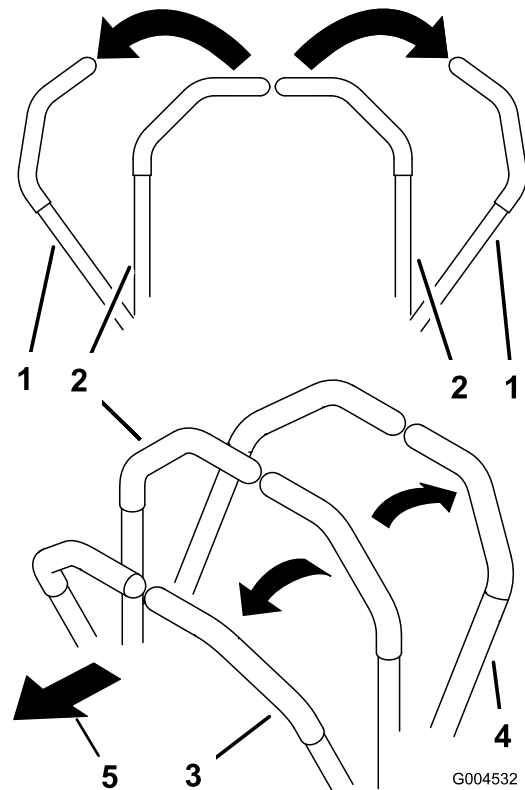

Figura 49
1. Mueva las palancas de control de movimiento hacia fuera (Figura 49) a la posición de bloqueo/punto muerto.
- Para ir hacia adelante en línea recta, empuje lentamente las palancas de control de movimiento hacia adelante (Figura 49).
- Para ir hacia atrás en línea recta, tire lentamente hacia atrás de las palancas de control de movimiento (Figura 49).
- Para girar, ralentice la máquina tirando hacia atrás de ambas palancas, y luego empuje hacia adelante la palanca del lado opuesto del sentido de giro (Figura 49).